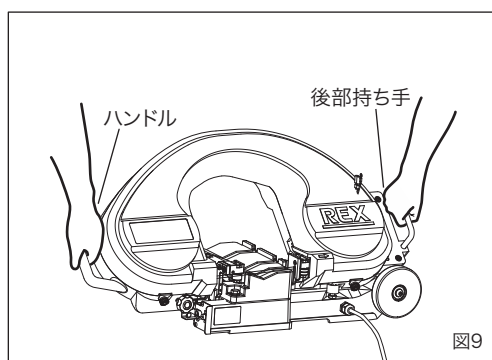

図9
1. 運搬、設置(図8～図9)
- ②持ち上げて運ぶ場合はハンドルと後部持ち手を持ち、必ず2人以上で運んでください。(図9)